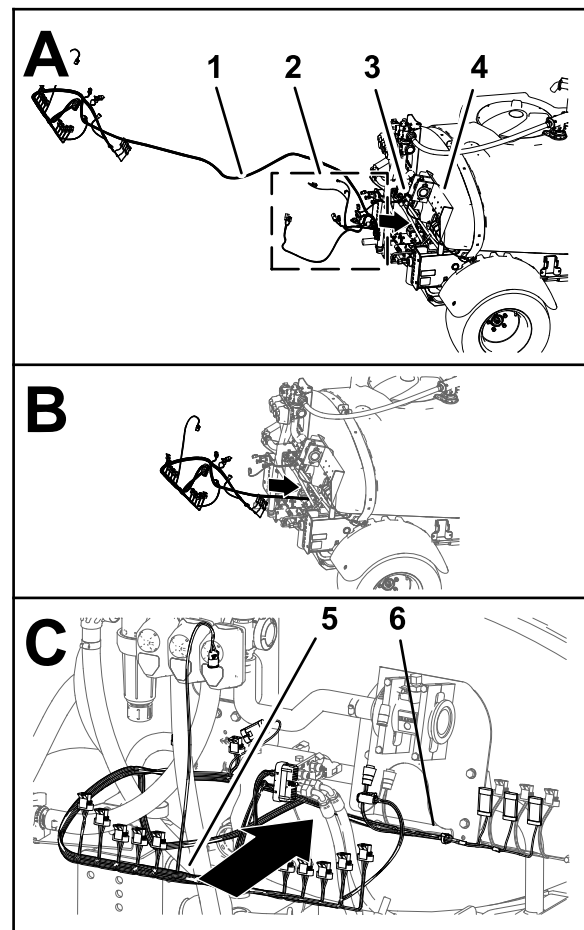
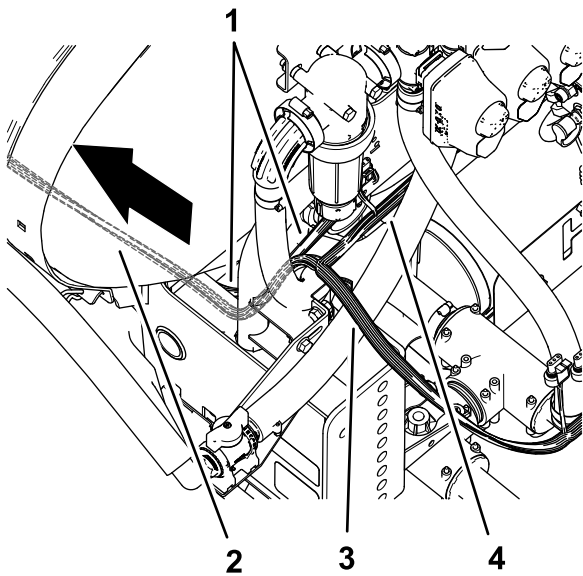

Рисунок 78
Рисунок 79
2. Проложите ответвления жгута проводов длиной 84 см, 60 см и 66 см из комплекта к левой стороне машины вдоль жгута проводов машины (Рисунок 78 и Рисунок 79).